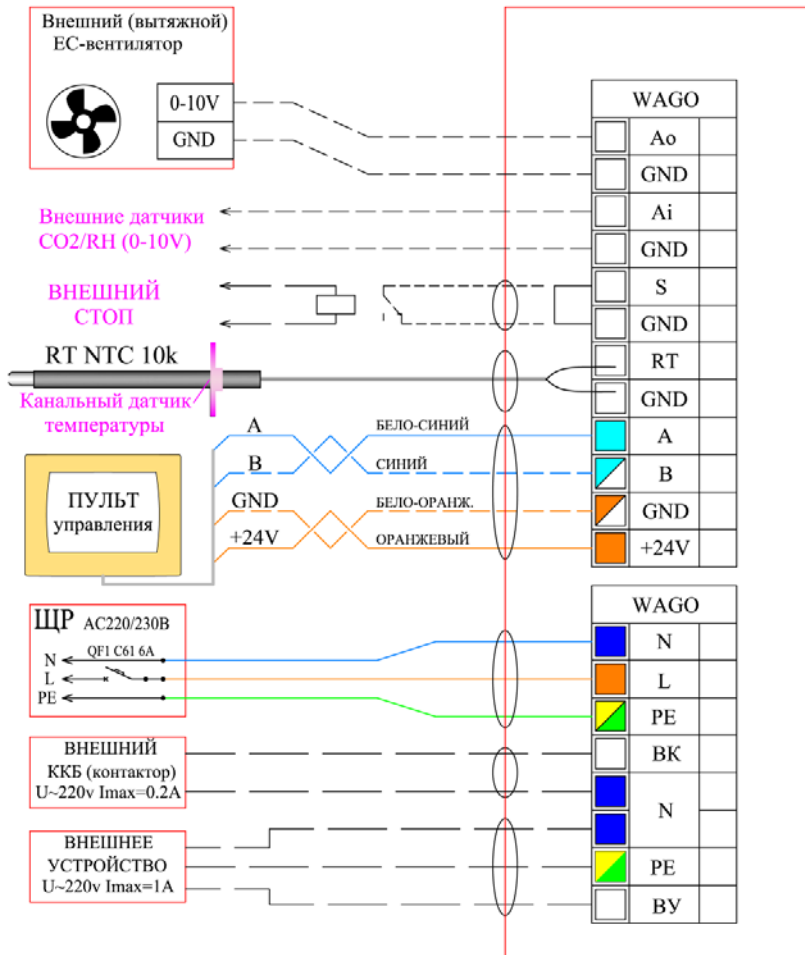

Рис. 4
Подключения производятся в соответствие со схемой (Рис. 4), «пропуская» кабели через установленные в корпусе блока автоматики гермовводы. Силовой кабель от установки необходимо подключать непосредственно к электрощиту через отдельный автоматический выключатель на 6(10) А. Рекомендованный кабель – ПВС 3х1.5 мм2.